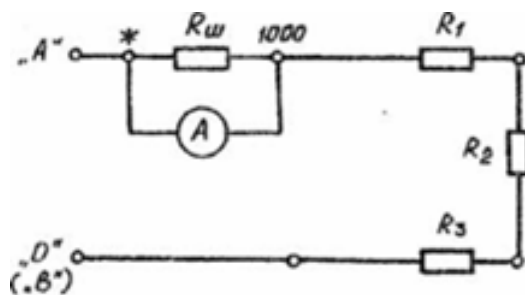

Рис. 1.1. Схема измерения параметров электрической цепи переменного тока
1.1. Собрать на стенде «Уралочка» схему согласно рис.1.1.